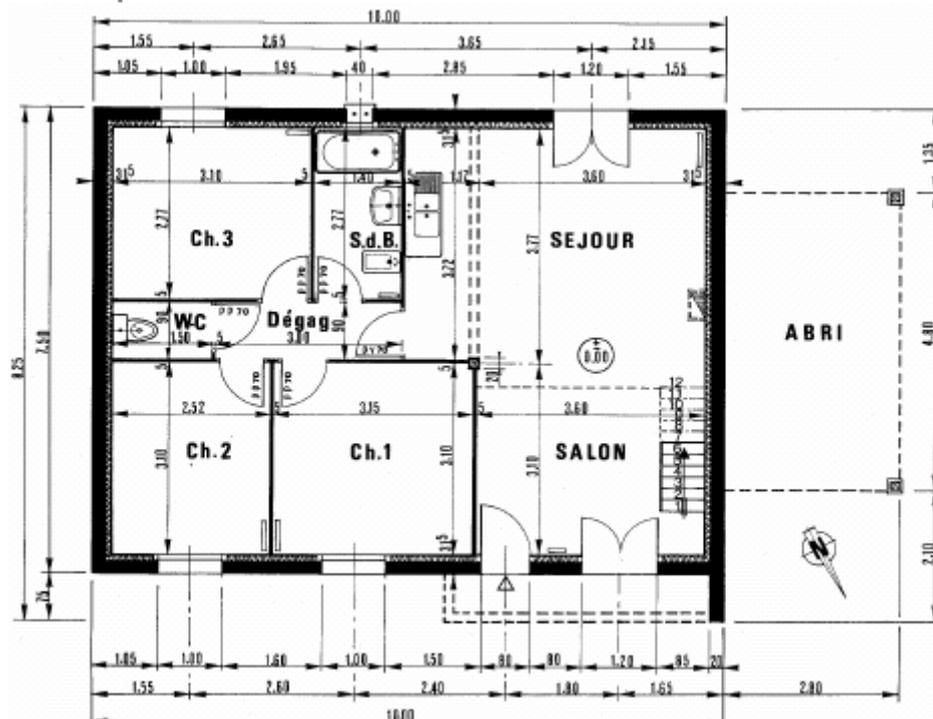
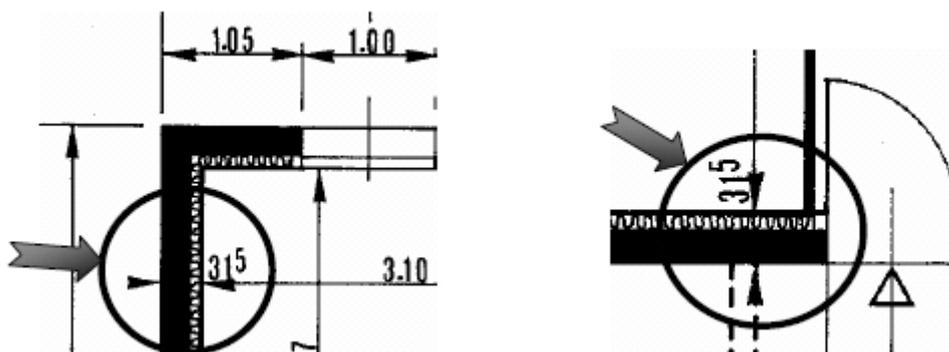

Figure 8 : PLAN DU REZ-DE-CHAUSSEE
Figure 10 : EXTRAITS DU PLAN DU REZ-DE-CHAUSSEE (Figure 8)
3.1.2. Plans d'architecture (Figures 8 et 9)
Exemple: sur la figure 8, l'épaisseur du mur de façade (Figure 10):
- **Cotation intérieure** : (voir figure 8)